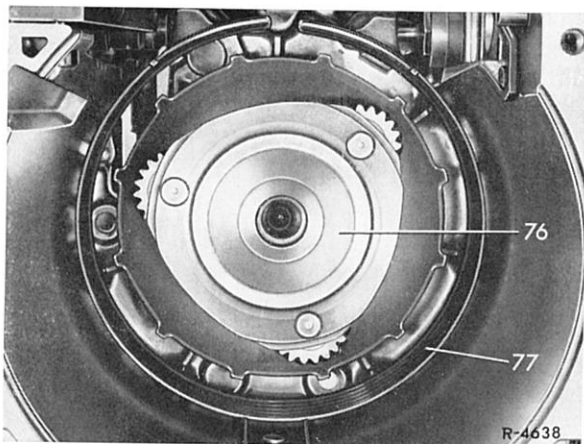

Bild 27-1/33
10 Abtriebswelle (76) mit Ring-Rillenlager und Parksperrenrad in das Getriebegehäuse einsetzen und mit einem Kunststoffhammer einschlagen (Bild 27-1/33).